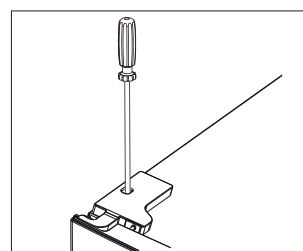

Abb. 17
- ▶ Setzen Sie die Scharnierabdeckung (27) mit montiertem Türkontakt auf das Scharnier und schrauben Sie die Scharnierabdeckung (27) fest (Abb. 17).